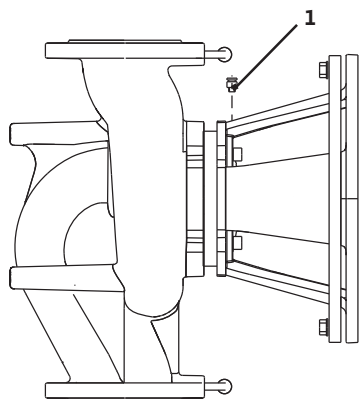

Fig. 41: Válvula de ventilação
- Purgar o ar das bombas, desapertando as válvulas de ventilação (Fig. 41, pos. 1). O funcionamento a seco danifica o empanque mecânico da bomba. O sensor da pressão diferencial não pode ser ventilado (perigo de danificação).